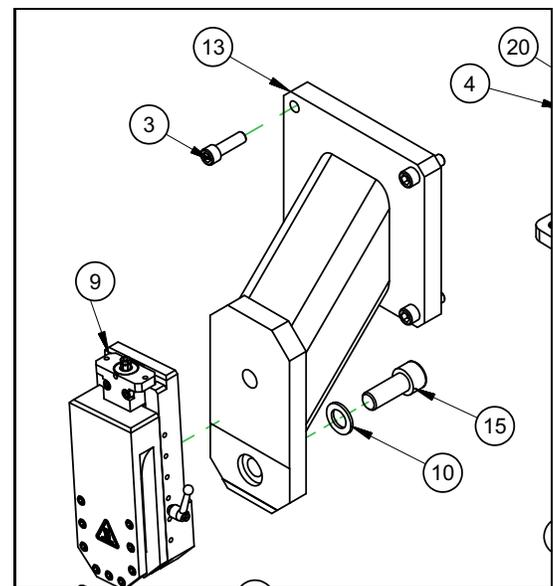

ABBILDUNG 4-39. ADAPTER WERKZEUGKOPFEINHEIT
4. Die Werkzeugkopfeinheit am Adapter befestigen (siehe Abbildung 4-39, die in Abbildung A-27 auf Seite 146 zu sehen ist).